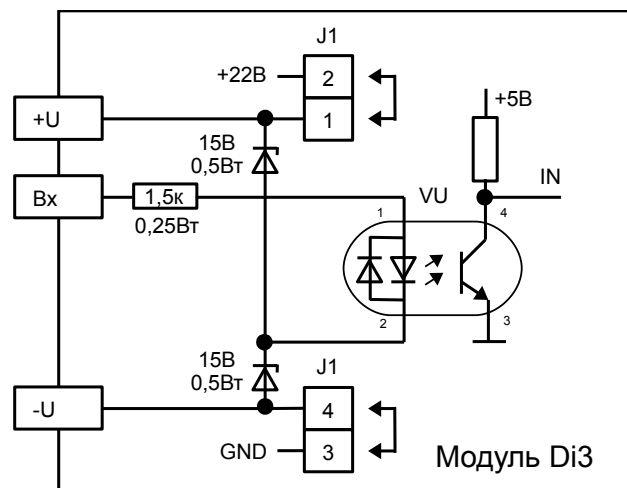

Рисунок 2 - Схема дискретного входа
4.2.1 При «висящей» клемме «Вх» (Рисунок 2) стабилитроны закрыты, ток через светодиод оптопары VU равен нулю, сигнал $I_N = 5$ В, что показывает отсутствие срабатывания входа.